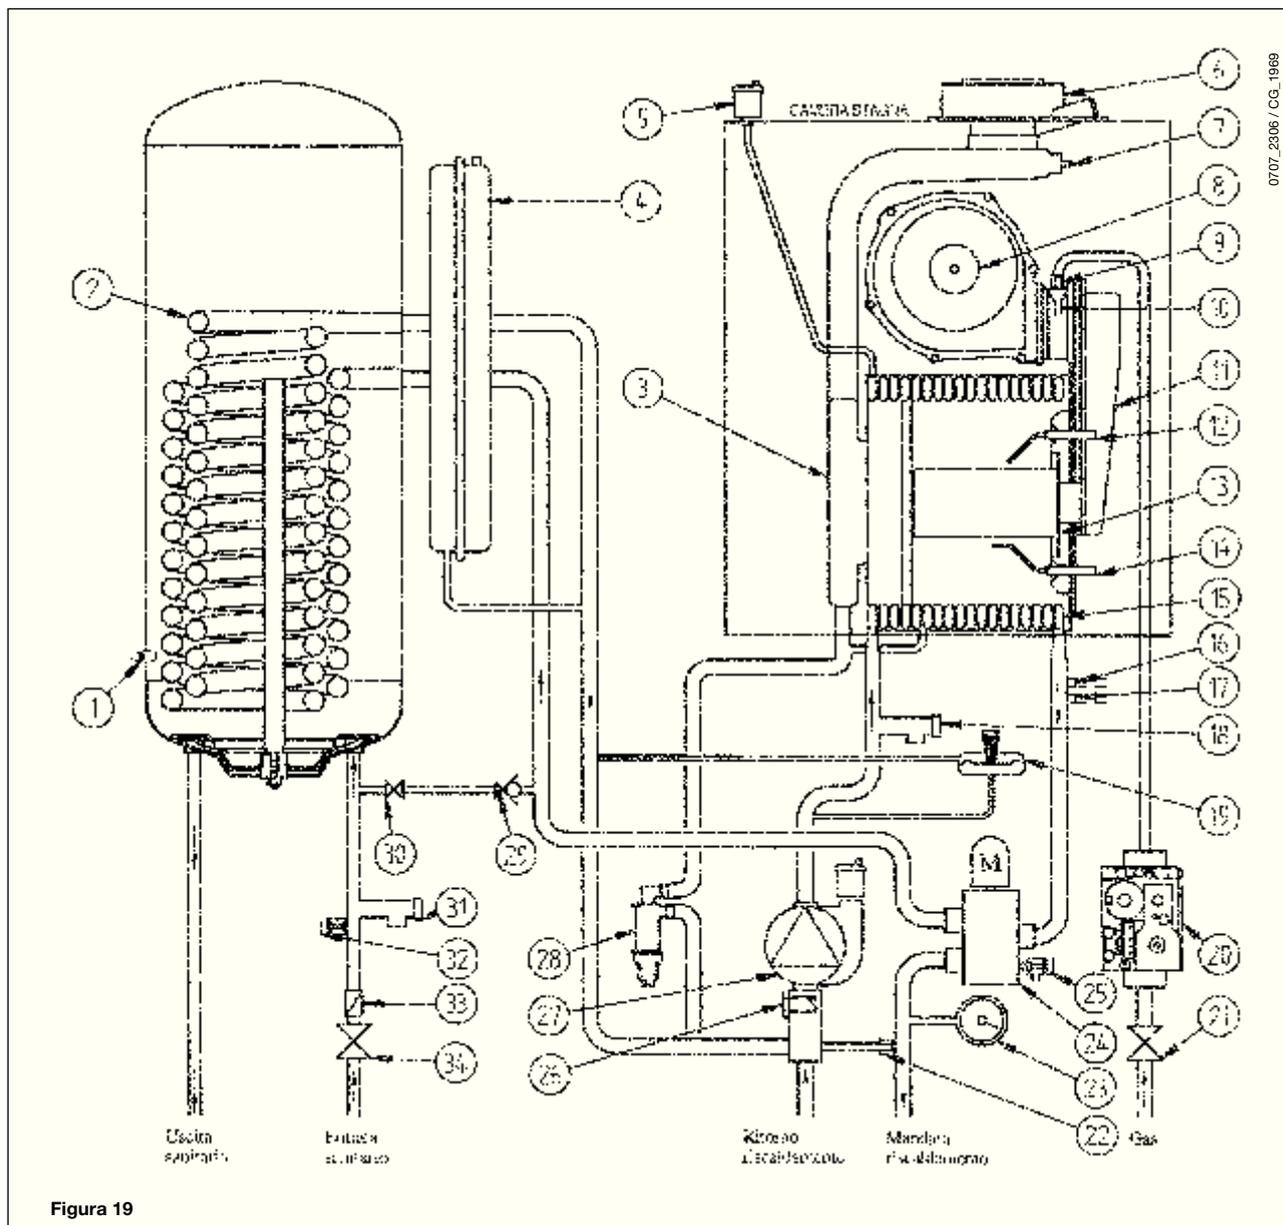

Figura 19
- svitare la ghiera dell'apposito rubinetto di scarico (figura 19);